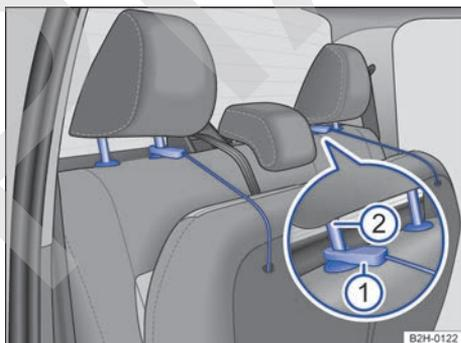

Fig. 41 Asiento trasero: fijación de la banqueta en los apoyacabezas.
- Enganche la cinta ⇒ **fig. 41** ① en la barra interior del apoyacabezas ②.